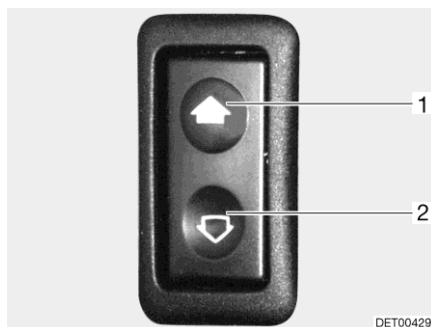

Fig. 27 Interrupteur pour lève-vitre électrique
- Ouvrir : ■ Pousser l'interrupteur vers le bas (Fig. 27,2).
- Fermer : ■ Pousser l'interrupteur vers le haut (Fig. 27,1).